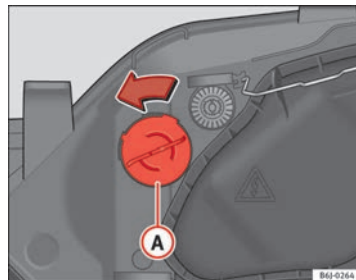

Fig. 156 Feu clignotant
- Tournez la douille d'ampoule → fig. 156 **A** vers la gauche puis tirez.